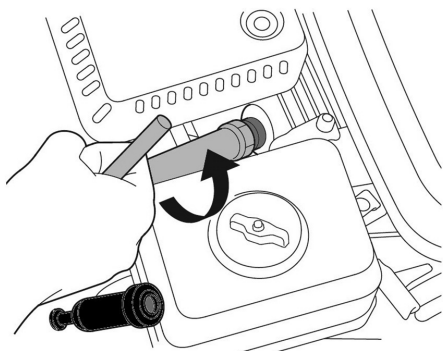

Рис. 23. Обслуживание свечи зажигания
2. Открутите свечу зажигания свечным ключом (Рис. 23).